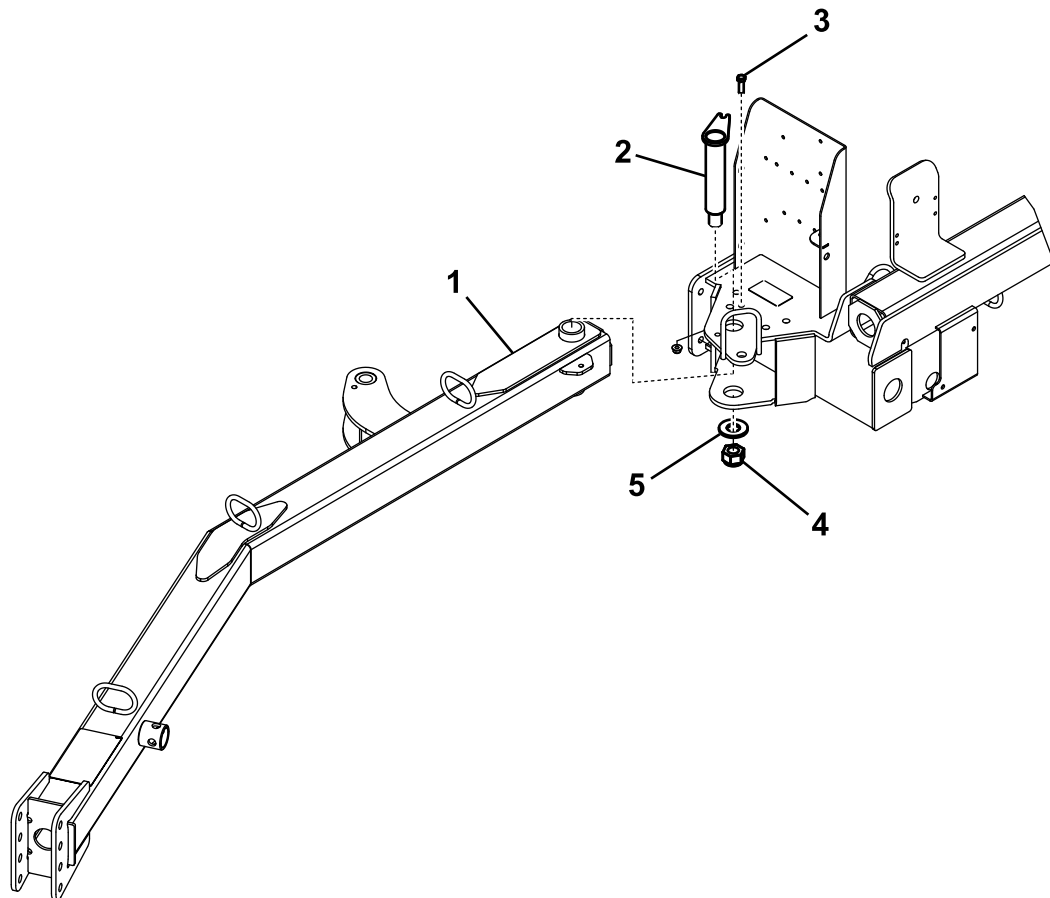

Figura 3
1. Inserite l'estremità posteriore del timone di traino tra le piastre di fissaggio della spazzatrice e allineate i fori di fissaggio (Figura 3).
2. Inserite il perno di traino attraverso le piastre di fissaggio e il timone di traino (Figura 3).
3. Fissate la parte superiore del perno di traino alla piastra di fissaggio con un bullone (3/8 x 1-1/4 poll.) e un dado di bloccaggio (3/8 poll.) (Figura 3).
4. Fissate la parte inferiore del perno di traino con una rondella grande, un dado grande e una vite a pressione a testa quadra (Figura 3).